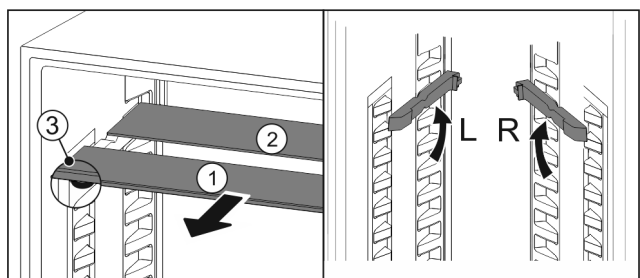

Fig. 18
- ▶ Sortir les tablettes par l'avant *Fig. 18 (1)*.
- ▷ La tablette en verre *Fig. 18 (1)* avec bordure décorative est située à l'avant.
- ▷ Les butées *Fig. 18 (3)* sont orientées vers le bas.